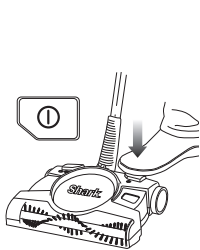

Fig. 4
- Appuyez sur l'interrupteur marche/arrêt pour démarrer l'appareil. Appuyez sur l'interrupteur marche/arrêt pour éteindre l'appareil (« OFF »). (Fig. 4)